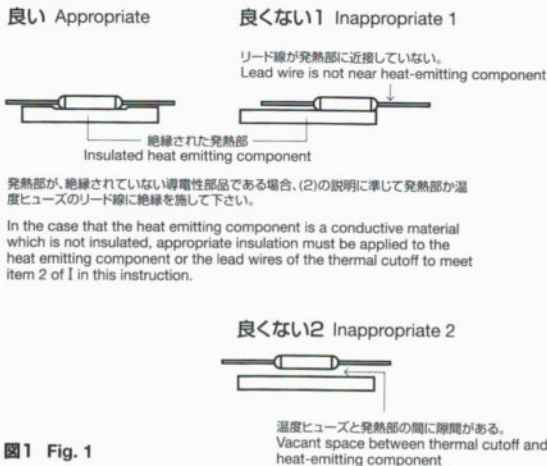

図1 Fig. 1
- (1) 温度ヒューズの感温性能を十分に発揮するために温度ヒューズのリード線をできるだけ長く使用するように設計して下さい。トランス、モータ等の巻線機器に使用する場合には、出来るかぎり巻線の発熱を直接感知できる熱伝導の良い場所に取り付けて下さい。また、温度ヒューズの両リード線とボディが均一に加熱されるように設計して下さい。(図 1 参照)
- (2) 温度ヒューズのリード線と他の導電性部品との間に適切な絶縁距離を設けるように設計して下さい。(沿面空間距離参考規格:IEC60664-1)
- (3) 最終製品を設計する際、激しい振動にさらされる場所や振動が継続する場所に温度ヒューズを取り付けないように考慮して下さい。
- (4) 機器の異常発熱により温度ヒューズが動作した後、発熱部のオーバershootによって温度ヒューズがマックステンプリミットを越える温度にならないように最終製品を設計して下さい。
- (5) 異常発熱によってのみ温度ヒューズが動作する場所に取り付けて下さい。
- (6) 温度ヒューズは信頼性の高い部品ですが、1 本の温度ヒューズで対応出来る異常状態には限界があります。また、何らかの原因により温度ヒューズが損傷した場合、異常時に温度ヒューズが回路を遮断しない事態を生じる可能性があります。回路が遮断されないことにより、人身事故や物損に到る可能性がある場合(要求される安全性のレベルが高い場合)には異なる温度定格の温度ヒューズを 1 本以上追加使用することが有効です。
- (7) 最終製品の通常使用時に発生するネジリ、押し、引き等の荷重によって温度ヒューズを取り付ける部分が歪んで温度ヒューズやリード線に荷重が加わることが無い、十分な強度の材質の部位に温度ヒューズを取り付けて下さい。
- (8) 取り付けられた温度ヒューズが機器から漏れた液体で濡れることが無いよう、例えばカバーで、必要に応じて温度ヒューズを保護して下さい。
- (9) 含浸液や洗浄液を使用する場合、温度ヒューズのマーキングや性能に影響が無いかどうかを試作品や初期生産品にて確認した上で実施願います。
- 1. When designing, make it sure to secure as much longer lead wires as possible, and put lead wires and body to the nearest place where heat generates in order to ensure the thermosensitive functions. When using thermal cutoffs in equipment with winding functions such as transformers and motors, install the thermal cutoffs in places with good heat conductance, which will allow them to most directly sense the heat of the windings. Design equipment so that the bodies and both lead wires of thermal cutoffs are evenly heated (see Fig.1)